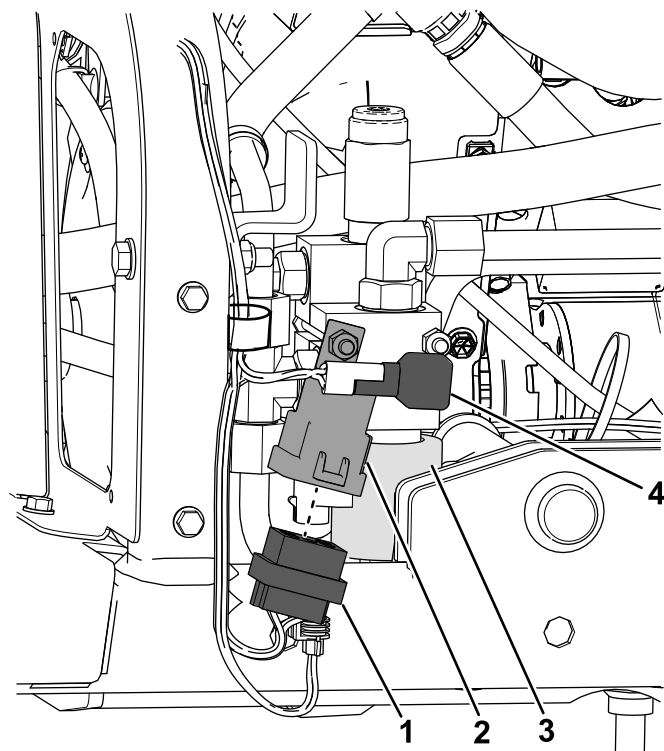

Figura 35
8. Instalezi conectorul pătrat la releul instalat cu supapa (Figura 35).
9. Instalezi conectorul mic la noua supapă (Figura 35).